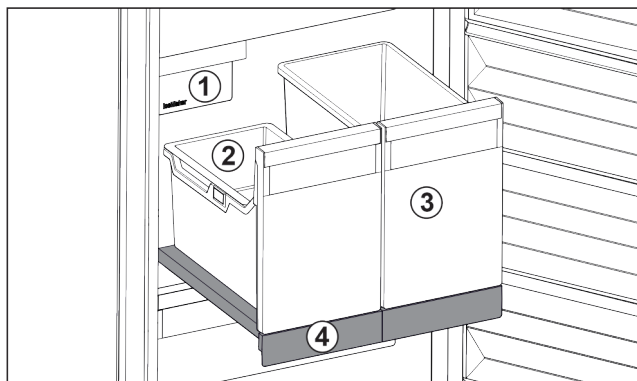

Fig. 99 Vyťahovacia polička s IceTower
Na vyťahovacej poličke sú dve vysoké nádoby (IceTower). V nádobe Fig. 99 (2) sa hromadia a skladujú kocky ľadu z IceMaker. Nádobu Fig. 99 (3) sa hodí na skladovanie vysokých potravín, ako sú pizze alebo alkoholické nápoje.